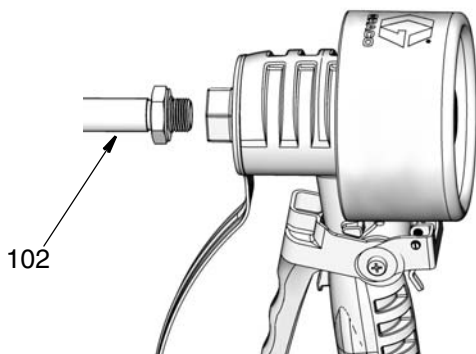

ABB. 5
- b. Die Verlängerung (102) wie in ABB. 5 gezeigt bis zum Anschlag in das Gehäuse des Dosiergeräts drehen.